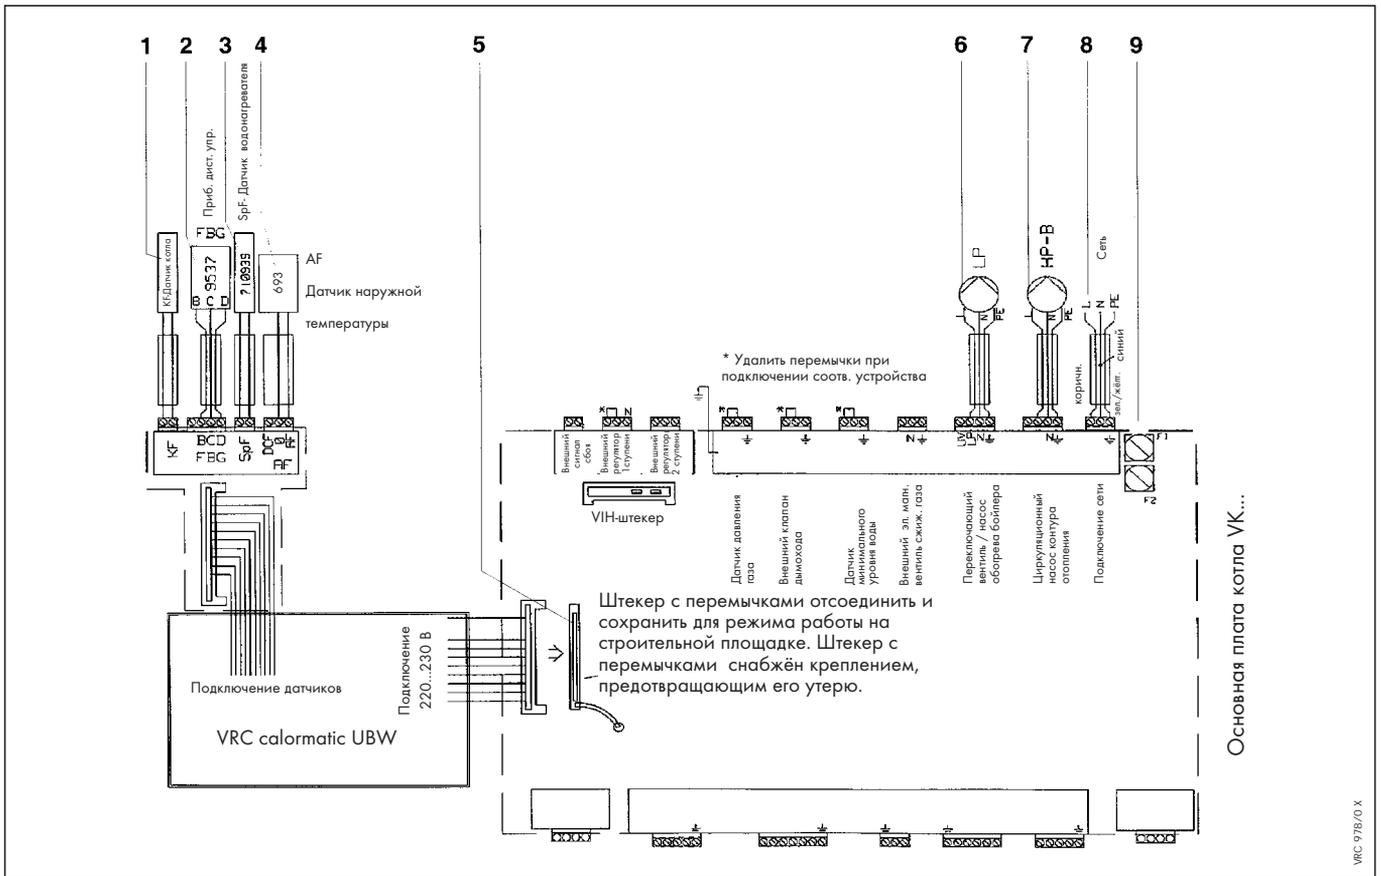
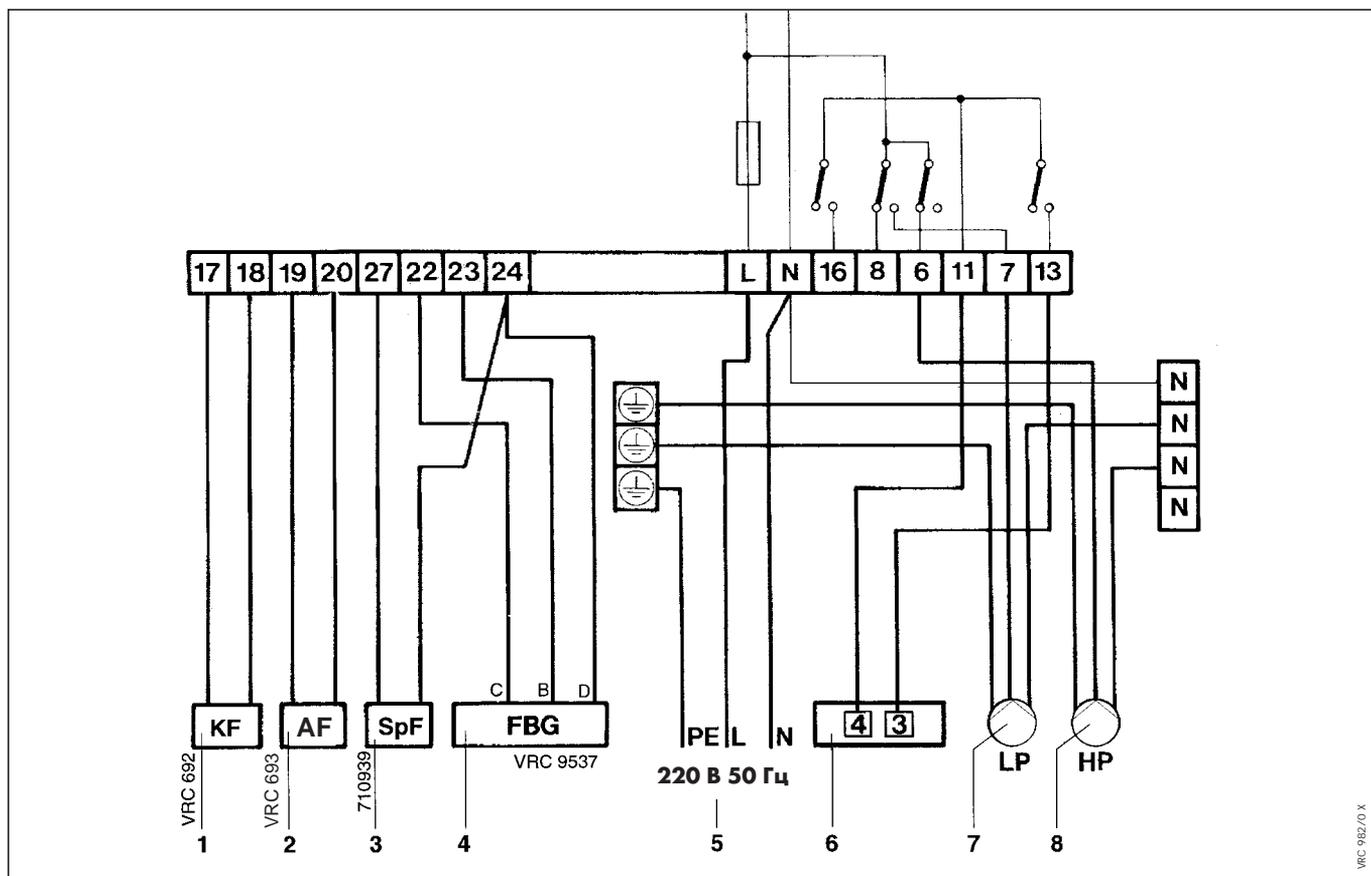

Рис. 4.1 Схема электрических соединений VK... с водонагревателем серии VIH с насосом водонагревателя
Рис. 4.4 Схема электрических соединений при настенном монтаже
Цокольную плату закрепить на стене согласно прилагаемой к ней инструкции. Цокольную плату подсоединить согласно схеме подсоединения рис. 4.4.
Схемы подключения представлены начиная с рис. 4.1 на стр. 10 до рис. 4.4 на стр. 13.
**Легенда к рис. 4.1**
- 1 Погружной датчик котла (KF) для измерения температуры подающей линии
- 4 Датчик наружной температуры (AF)
- 6 Насос контура нагрева водонагревателя (LP)
### Легенда к рис. 4.4